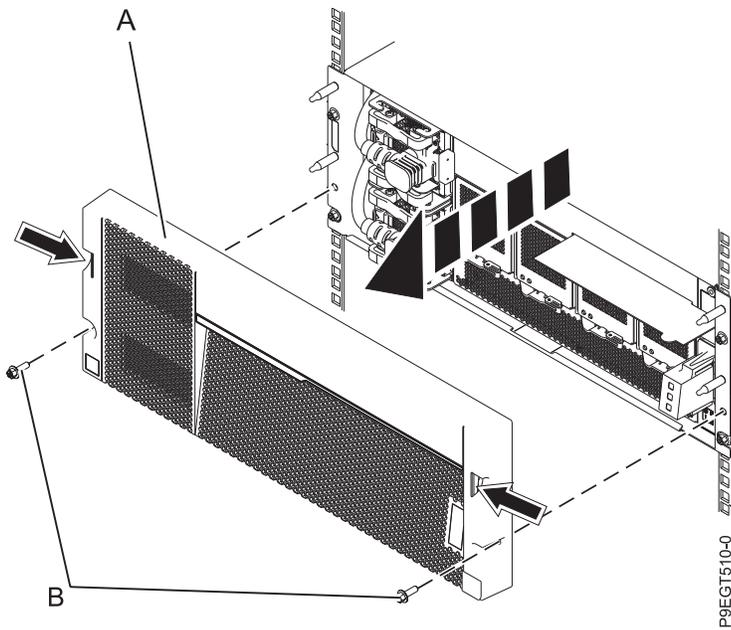

Abbildung 1. Vordere Abdeckung ausbauen
3. Bauen Sie die vordere Abdeckung aus, entfernen Sie dazu die Schrauben **(B)** und ziehen anschließend die vordere Abdeckung **(A)** mit den Fingern vom Einschub für EMX0-PCIe3-Erweiterungen ab. Siehe Abb. 1 auf Seite 2.